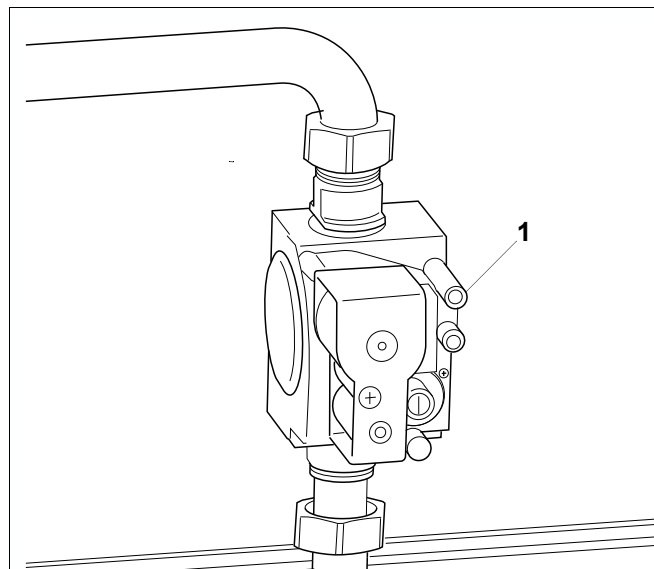

Рис. 25 Газовая арматура "SIT" 840 Sigma
- Открутить запорный винт на контрольном ниппеле для подключения газа и удаления воздуха (рис. 25, **поз. 1**) на газовой арматуре на два оборота и надеть шланг.